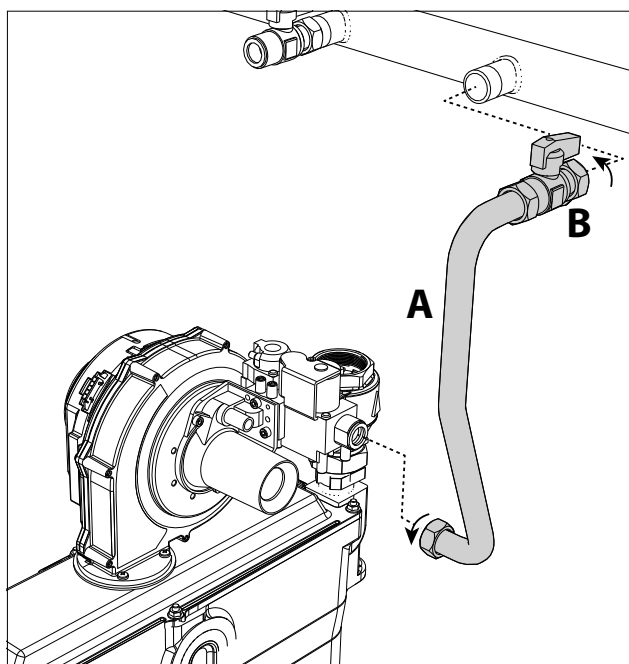

fig. 81
5. Slăbiți piulițele și deconectați tubul de gaz „A” împreună cu robinetul „B” (fig. 81).